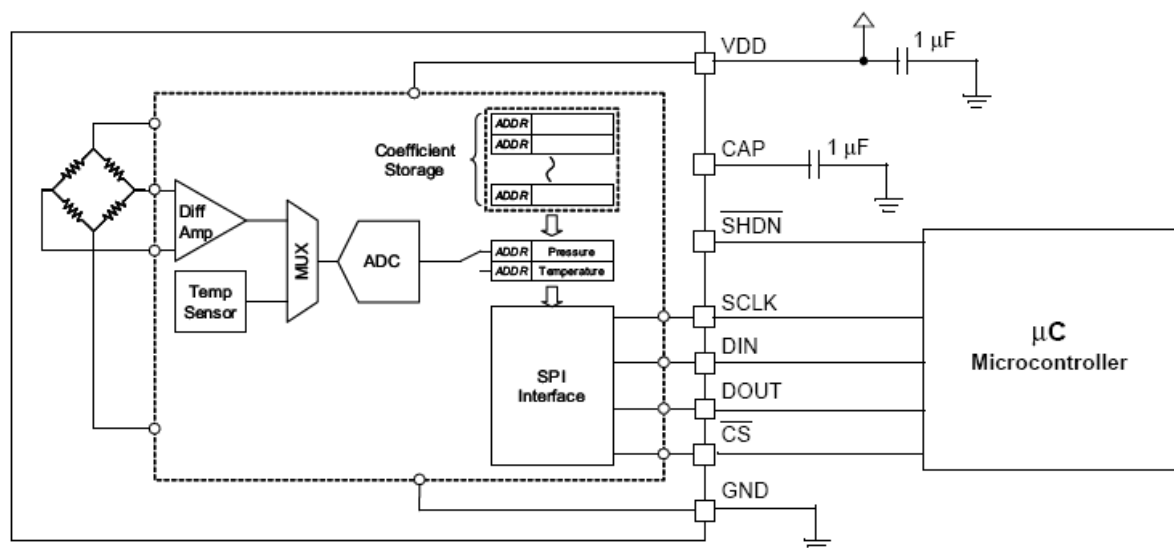

Figure 1. Block Diagram and Pin Connections
9. Déterminer l'expression de la tension E en fonction de V_{cc} , R_0 et $R(T)$ dans le cas où la résistance des fils de connexion à la Pt100 sont négligés (Fig.1).